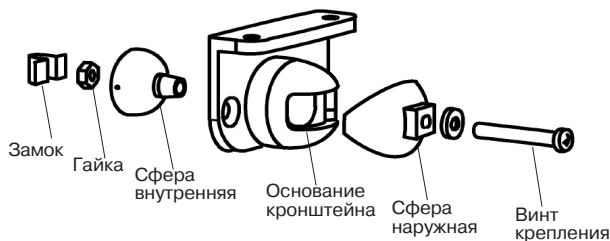

Рисунок 3 — Детали кронштейна
- Закрепите основание извещателя на выбранном месте. При креплении на кронштейне (см. рисунок 3) выверните винт М3х20 из кронштейна. Удерживая кронштейн в собранном состоянии, совместите квадратный выступ наружной сферы кронштейна с соответствующим пазом в основании извещателя и соедините винтом с усилием, обеспечивающим поворот основания на кронштейне.